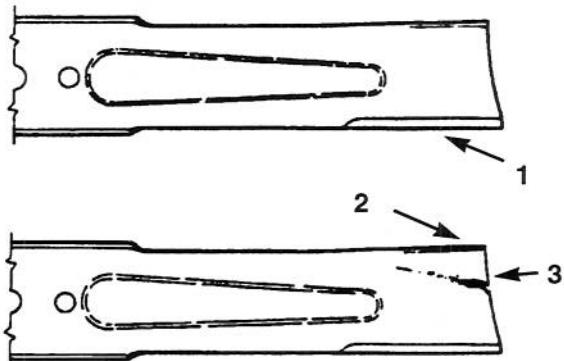

Figure 34
- Examiner les arêtes tranchantes (Fig. 34). Si elles sont émoussées ou ébréchées, déposer la/les lame(s) et la/les affûter; se reporter à la section *Affûtage de la/des lame(s)*.
- Examiner la/les lame(s), en particulier la zone courbe (Fig. 34). Remplacer la lame au moindre signe de dégât, d'usure ou si une fissure se forme à cet endroit (Fig. 34).